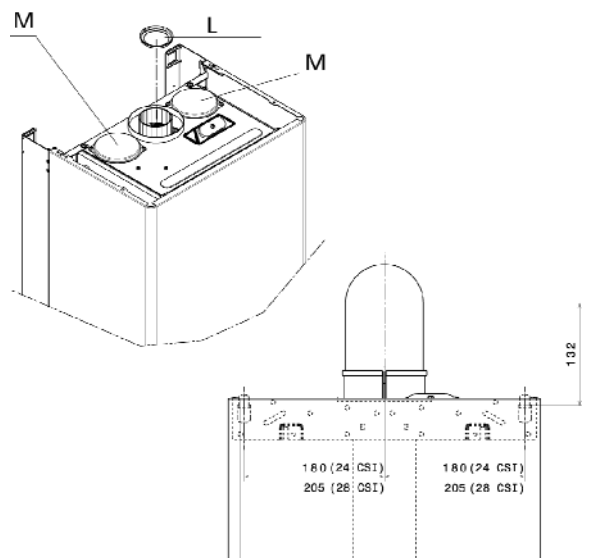

рис. 3.7
Котел поставляется подготовленным к присоединению к коаксиальным дымоходам/воздуховодам. Отверстие (M) для забора воздуха (рис. 3.7) закрыто.
На рис. 3.7 показаны базовые расстояния, необходимые для прокладки через стену коаксиального дымохода/воздуховода. Расстояния отмеряются от крепежного кронштейна котла.